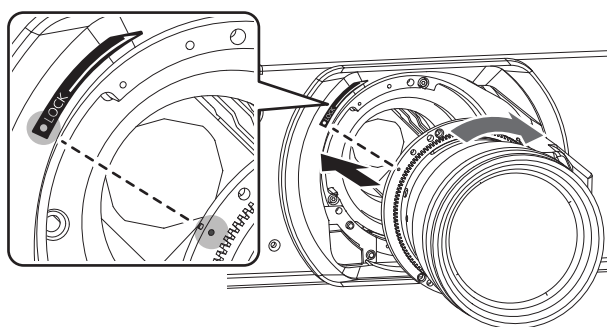

図 1
- 1) 投写レンズの目印（橙色）を、本体の目印（LOCK の左側にある ○）に合わせて差し込み、「カチッ」と音がするまで時計方向に回す（図 1）